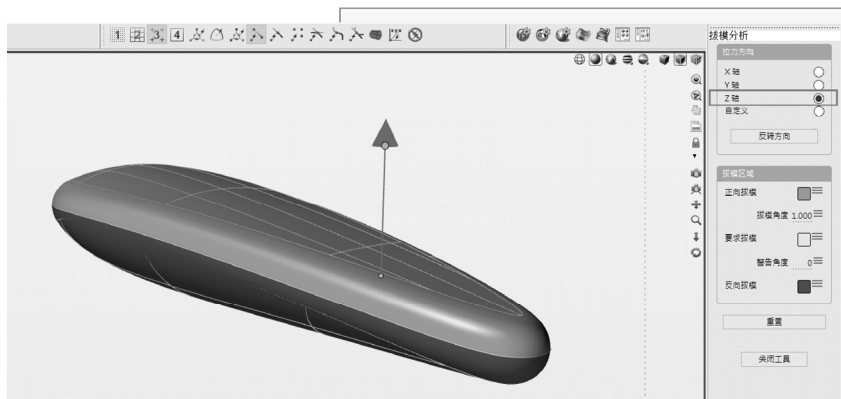

图 3-121 分析拔模位置
3) 如果想检验分模线位置是否合理，可使用“拔模分析”工具。该工具位于建模工具栏的“分析”卷展栏下。在保持对象选中的情况下點選该工具，并在控制面板中勾选“Z 轴”复选框，可获得与步骤 2) “轮廓”曲线一致的分模位置，如图 3-121 所示。